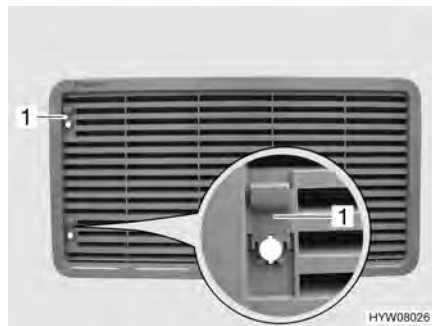

Fig. 185 Griglia di aerazione del frigorifero (con cursore)
- Spingere il cursore (Fig. 185,1) verso l'alto.